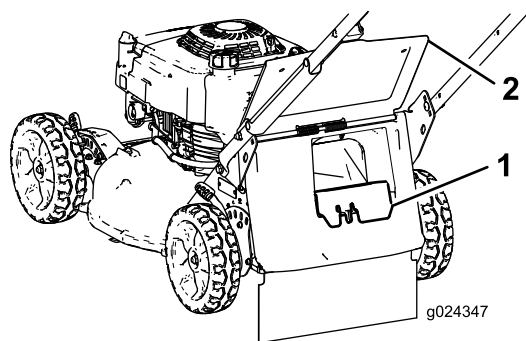

Figura 17
- Se il coperchio di scarico posteriore non è installato, afferratelo dalla maniglia, sollevate lo sportello posteriore e inseritelo nel condotto di scarico posteriore fino a bloccare il fermo in posizione (Figura 17).
1. Sportello posteriore 3. Tacca (2)
2. Estremità dell'asta del cesto (2) 4. Cesto di raccolta
3. Rimuovete il coperchio di scarico posteriore premendo il fermo con il pollice ed estraendo il coperchio dalla macchina (Figura 17).